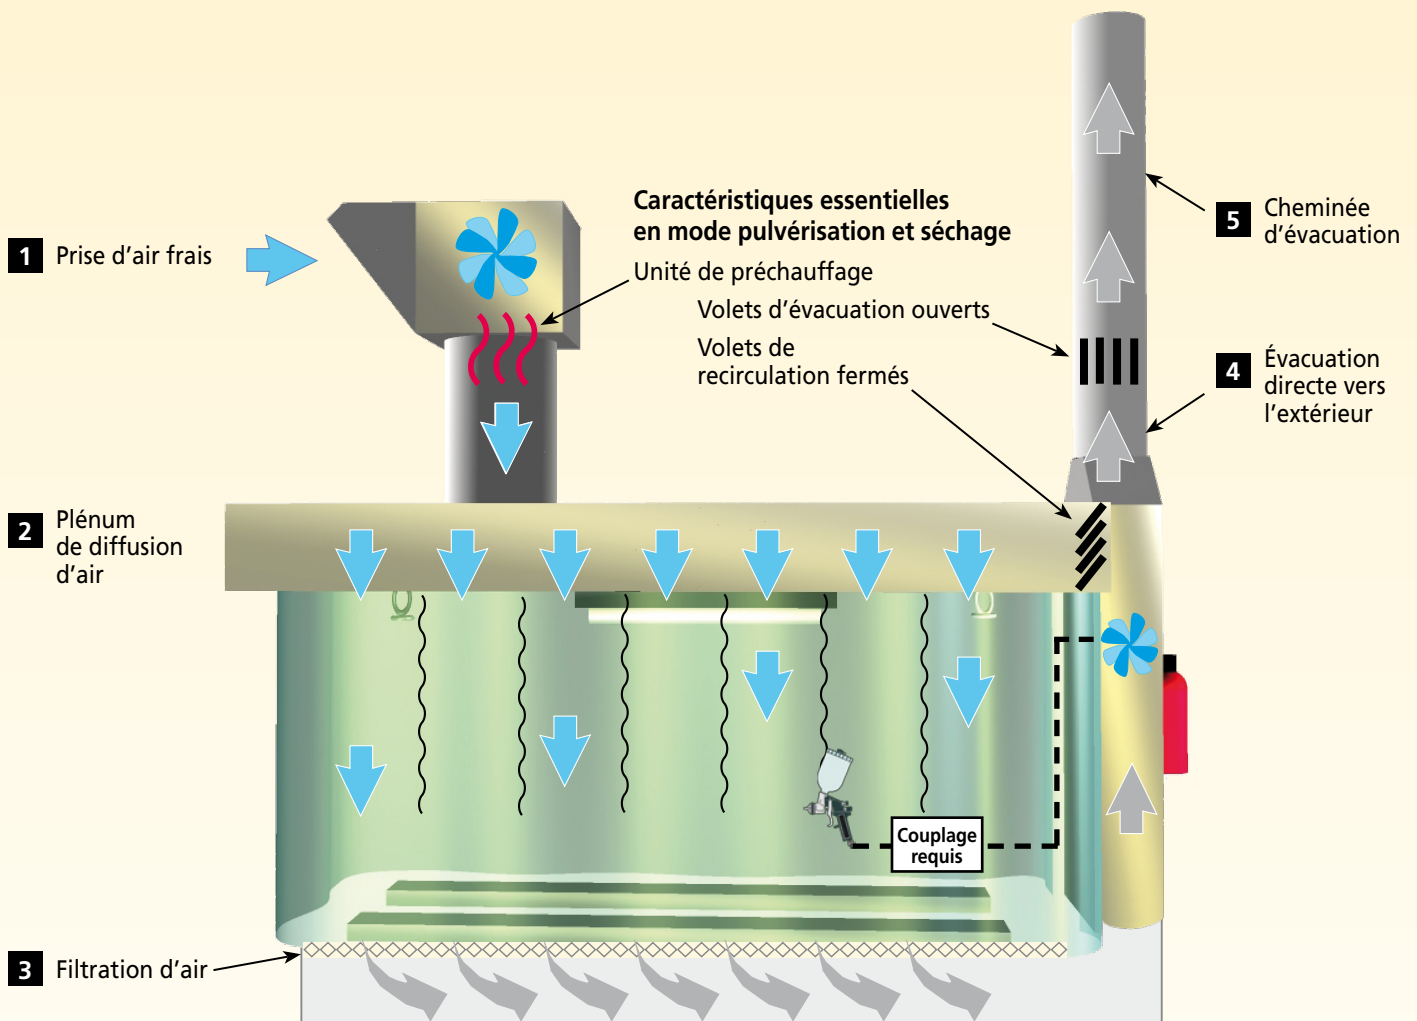

Figure 2 . L'aménagement du système de ventilation
- 1 un système de ventilation dédié : apport d'air frais dédié et évacuation extérieure (voir figure 2)